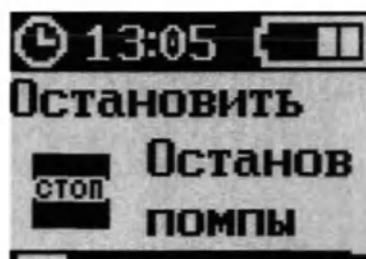

Рисунок 150 – Экран режима «В РАБОТЕ»
1. Нажать кнопку «МЕНЮ» для того, чтобы войти в меню помпы (рисунок 150).